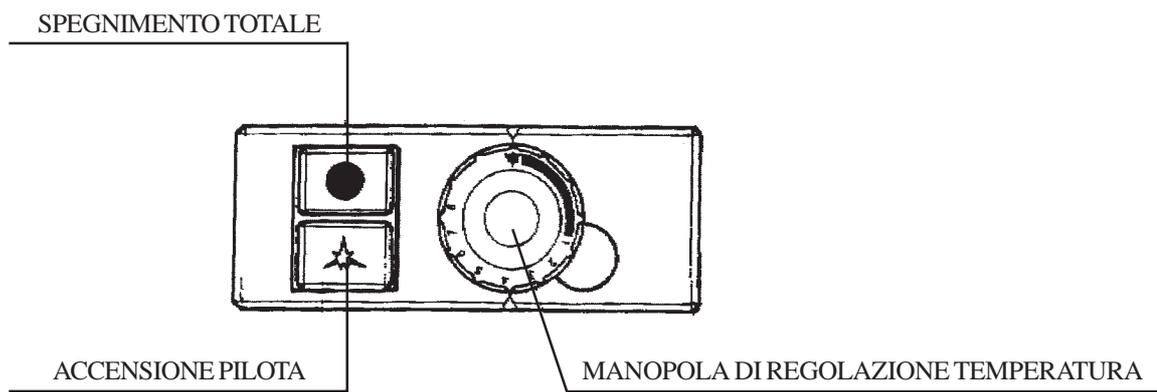

Fig. 10
6.1 ENCENDIDO PILOTO (Fig. 10)